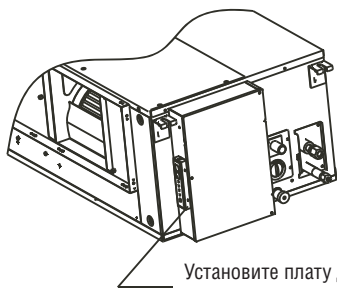

Рис. 11-1
- Снимите крышку, вывернув винты. Если наружный блок не имеет крышки, выверните винты на сервисной панели и снимите с нее кожух, потянув в направлении, указанном стрелкой (см. рис. 11-1).